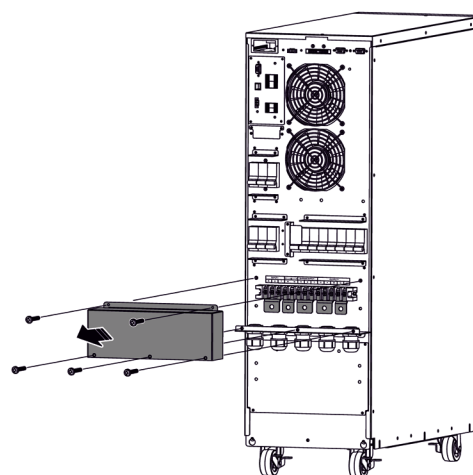
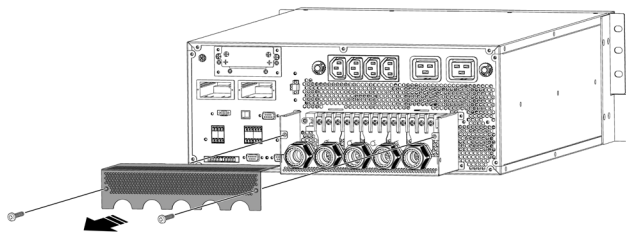

Fig. 32. Retrait du couvercle de protection des terminaux de connexion dans la version tour.
Fig. 33. Retrait du couvercle de protection des bornes de connexion en version rack.
- Avant de procéder à la connexion, retirer le cache de protection du bloc des terminaux, tel qu'illustré dans les Fig. 32 y Fig. 33: